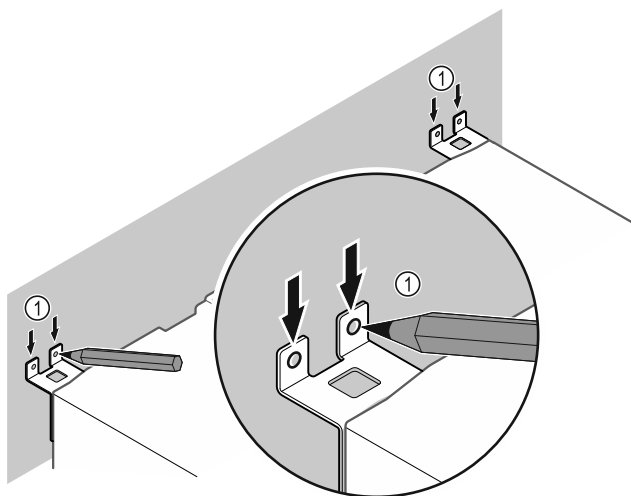

Fig. 51
- ▶ Markierungen an der Wand setzen Fig. 51 (1).